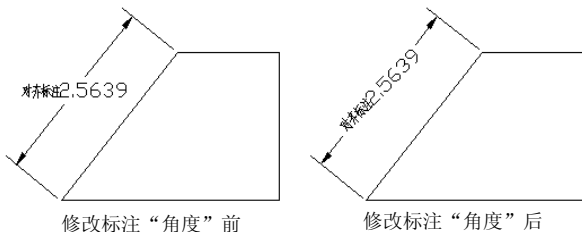

图 4-49 对齐标注
(4) “角度”选项用于修改标注文字的角度，如图 4-49 所示，指定角度后，命令行将再次提示“尺寸线位置”。